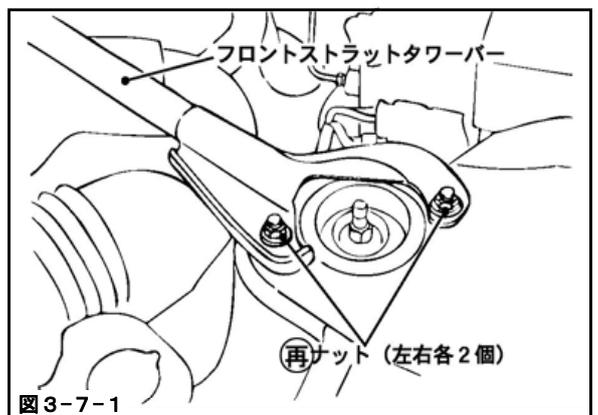

図3-7-1
- (1) フロントストラットタワーバーを取付けてください。(図3-7-1) (BCNR33, BNR34)